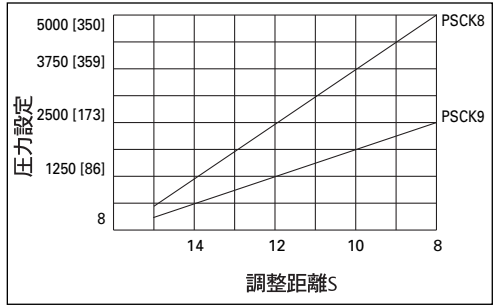

図4
3. レンチで圧力設定を保持しながら、ロックナットを時計方向に締め付ける (4-N-M)。(設定についてはグラフ、図4を参照。[グラフはおおまかなガイド用なので、切換ポイントを正確に調べるには、圧力計を使用します])
注意：図4の調整距離Sは調整ネジ端からスイッチ本体（ロックナットが収まっていた）までです。